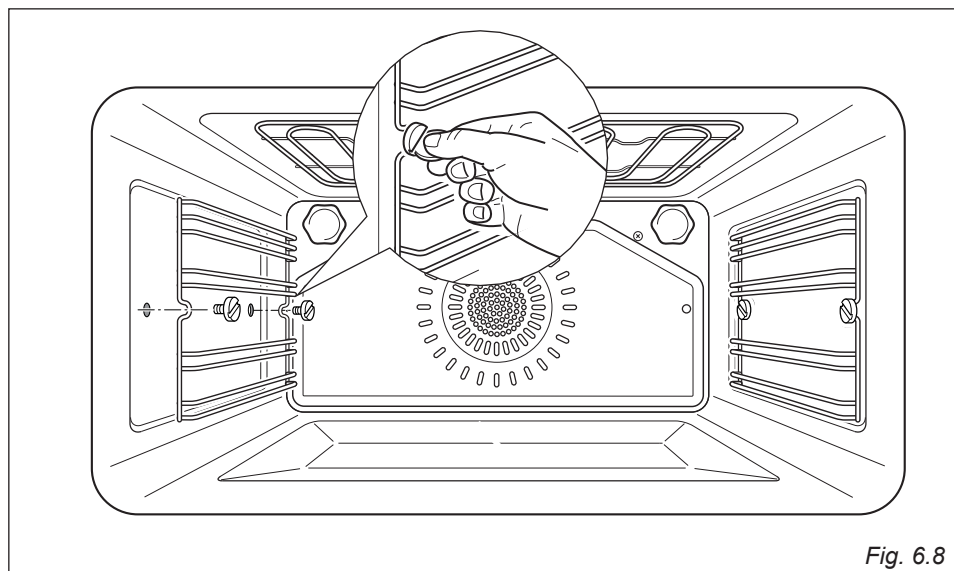

Fig. 6.8
- Montare i telai laterali fissandoli alle pareti del forno con 2 viti (fig. 6.8).